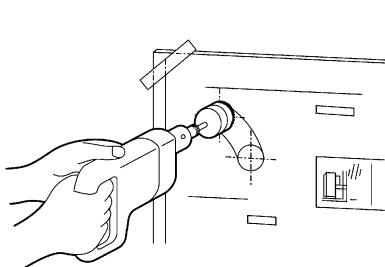
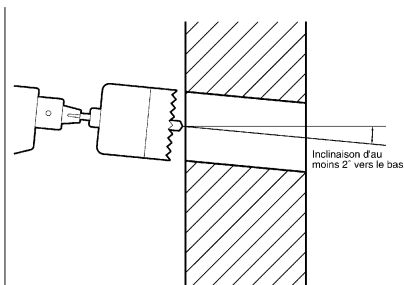

Fig. 5
Fig. 6
4. Abra un orificio para la salida del caño, desde dentro de la habitación. Use una sierra circular (7,5 cms) adherida a un taladro eléctrico (Ver Fig.5). La apertura interior deberá estar levemente más arriba que la exterior (1,3 cms aprox.) para que la manga y la cañería queden levemente inclinadas hacia abajo (2 grados aprox.) cuando esté instalada (Ver Fig.6). Esto permitirá el drenaje de humedad condensada hacia el exterior y evitará la entrada de nieve o lluvia por el caño de salida.